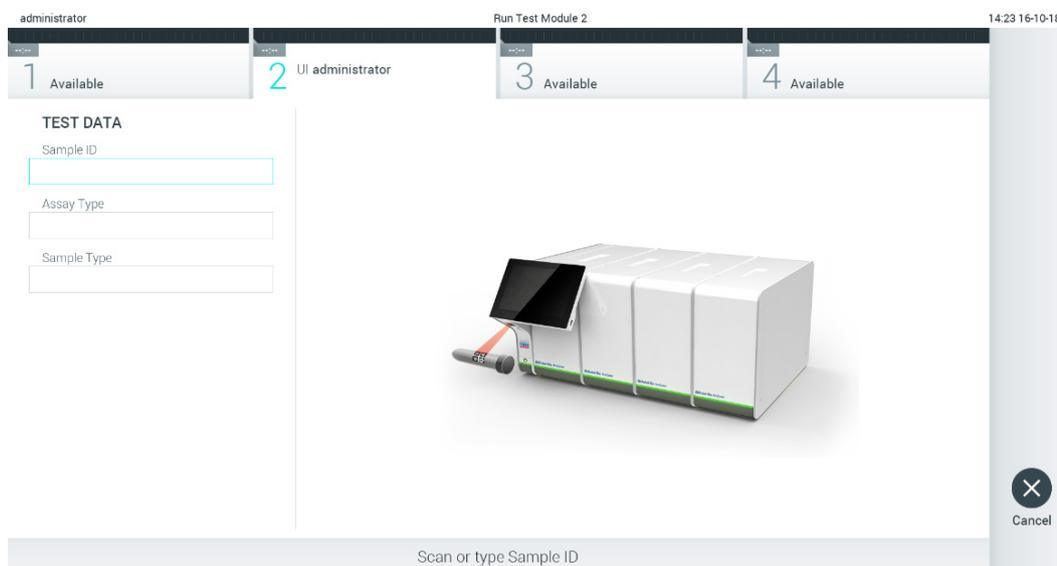

Figura 23. Escaneo del código de barras del identificador de muestra.
2. Cuando se le indique, escanee el código de barras del identificador de muestra con el lector de códigos de barras que está integrado en el módulo operativo (figura 23).